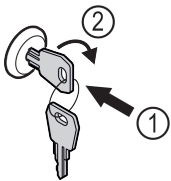

Fig. 171
- ▶ Paina avain lukkoon Fig. 171 (1).
- ▶ Kierrä avainta 90° myötäpäivään Fig. 171 (2).